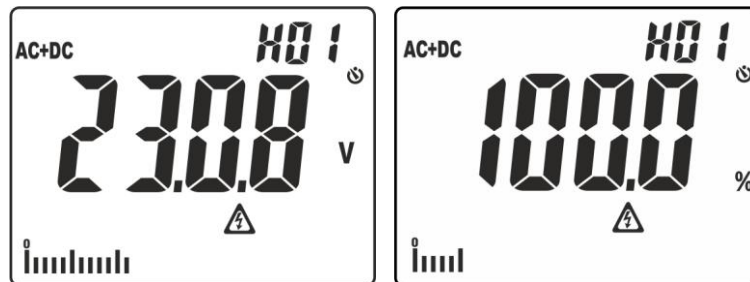

Fig. 3: Visualización magnitudes análisis armónico
- Pulsación simple de la tecla para la visualización de las amplitudes de los armónicos de tensión y corriente hasta el 25° orden (**HDC**, **H01... H25**) en formato absoluto o porcentual en relación a las fundamentales de las señales de entrada (para valores de tensión VCA > 0.5V y corriente CA > 0.5A y frecuencia comprendida entre 42.5Hz ÷ 69Hz) y el valor porcentual del parámetro **THD%** (ver § 9.4) como se muestra en Fig. 3. Utilice las teclas **▲** y **▼/⚡** para aumentar/disminuir el orden del armónico